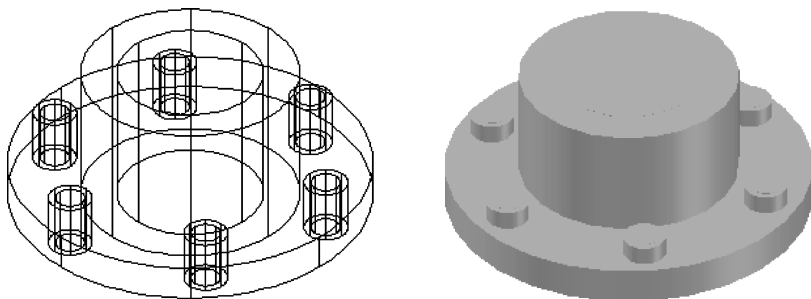

图 9-19 拉伸实体
3) 在功能区单击“常用”选项卡→“视图”面板→“三维导航”按钮，选择“视觉样式”工具，将其设为“真实”，并将其设为“单色”，如图 9-19 所示。